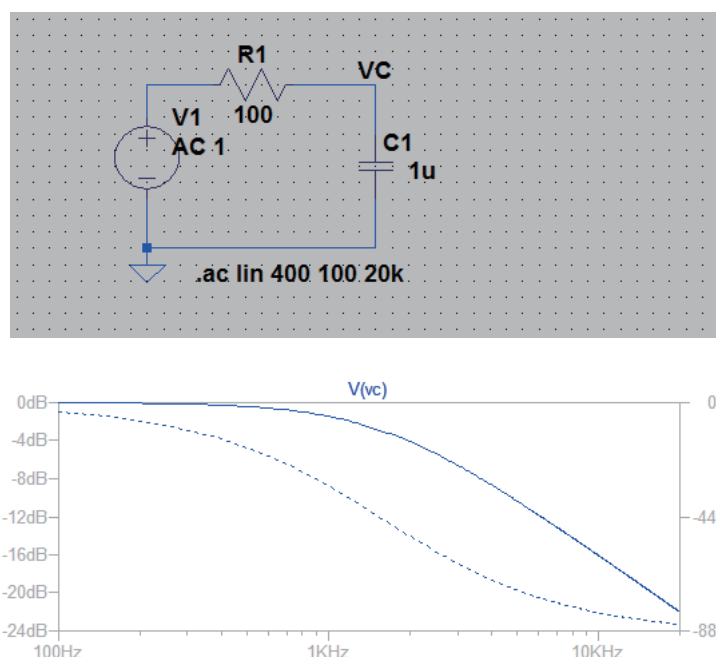

図 5.1: RC 回路のボード線図
1. RC 回路の入力を 1V として LTspice で伝達関数を計算 (図 5.1 参照)。